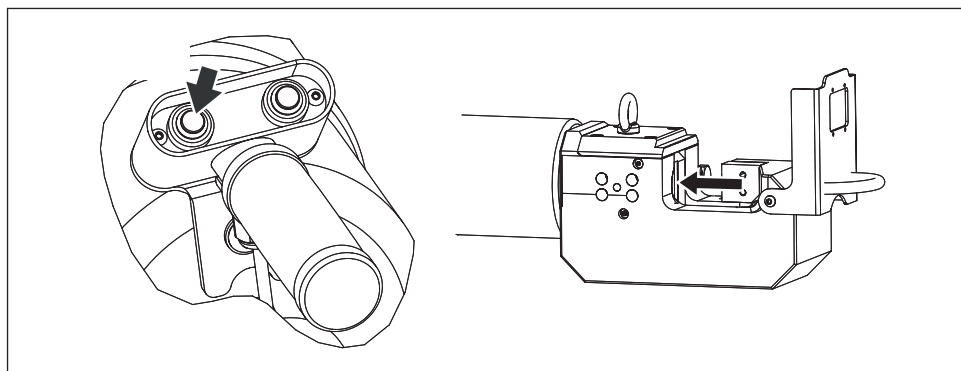

Figura 12, Funzionamento - Retrazione
- Tenere premuto il pulsante di **retrazione** per fare arretrare lo stelo e fare scorrere la lama mobile all'indietro. Vedere la figura 12.